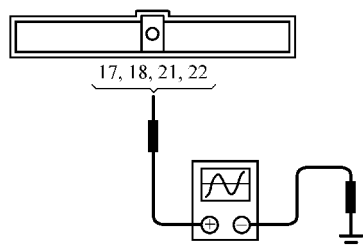

图 4-18 测试点火波形
- 2) 如图 4-18 所示，使用示波器读取 ECU 端口 17、18、21、22 与搭铁之间的电压信号。